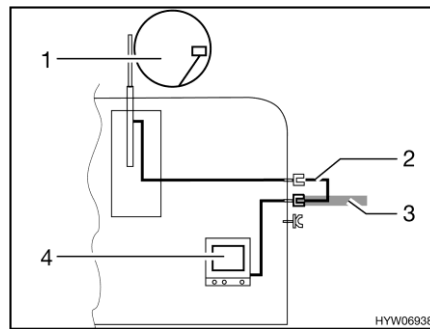

Bild 205 TV i fordonet
- TV i fordonet (Bild 205,4): Anslutning till takantenn (Bild 205,1) med anslutningskabel (Bild 205,2)
- TV i fordonet (Bild 205,4): Anslutning till extern antenn (Bild 205,3)